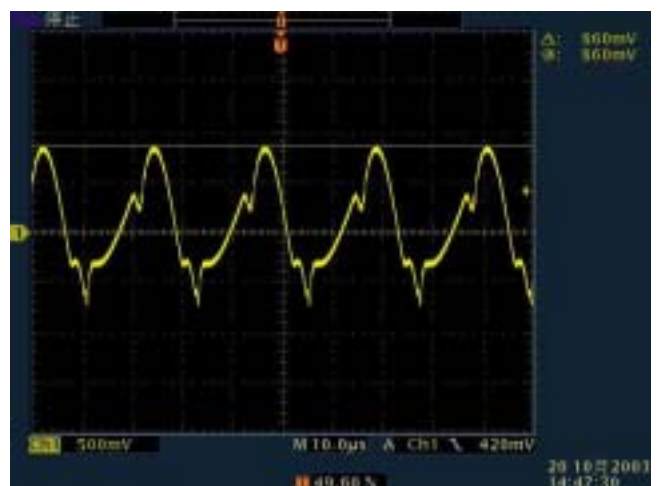

图 6 直流电源供电，正常工作状态时的基极注入
4. 释放预热电容，打开 +15V 直流电源，观测功率管基极电阻 R20、R24 两端电压波形，调节电阻 R17 使基极注入电流适当。 $2 \times 28W$ TL5 所需的基极注入电流峰值约 85mA。R20 两端电压波形如图 6。关闭电源。